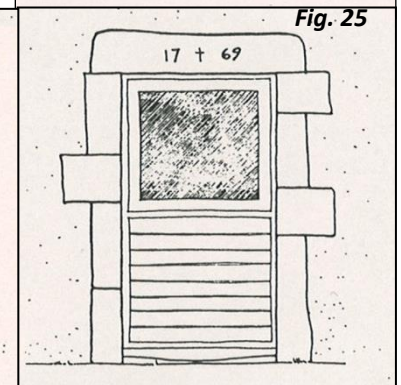

Fig. 25
- ou tout du moins de conserver bien lisible cette ouverture, et de n'en condamner la partie inférieure que dans le prolongement de la menuiserie créée (fig. 25).